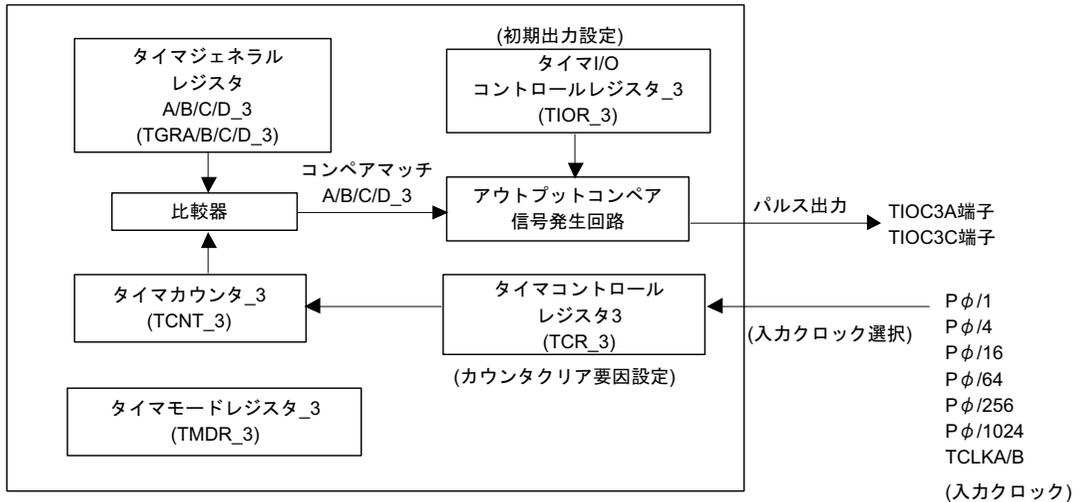

図 2.8 MTU/ch1、2、3 ブロック図
- (1) 本タスク例ではMTUのch1~3を使用し、4相のPWM出力を行います。
- (a) 図2.8に本タスク例で使用するMTUのブロック図を示します。